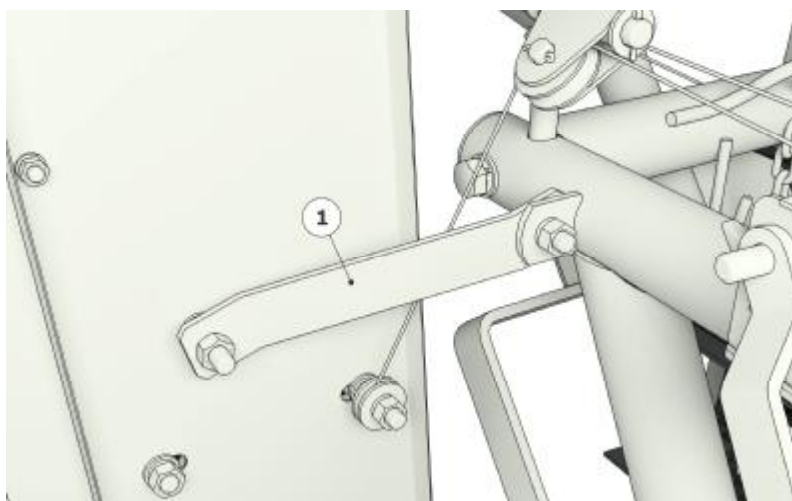

Рис. 17 Фиксация питателей в поднятом положении
2. При транспортировании зерноперерабатывающего комплекса ЗМП-ПСМ-01 необходимо сницу установить на машину, питатели поднять и зафиксировать их в транспортном положении распорками 1 (рис. 17).